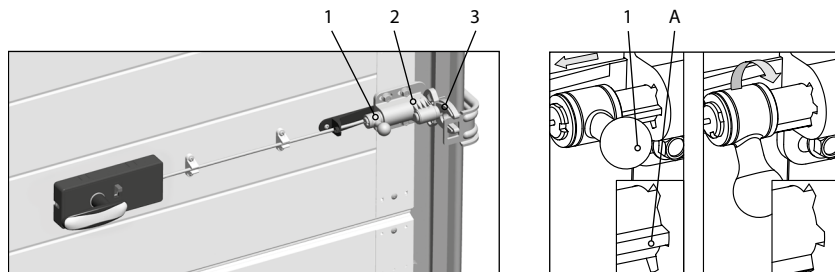

Рис. 3. Перевод запирающего устройства в постоянно разблокированное положение
- выдвинуть подпружиненный палец (1) из корпуса (2) и повернуть его до вхождения выступа (А) в один из боковых пазов корпуса (рис. 3);
- проверить свободный ход вилки (3) в любом положении нажимной ручки.